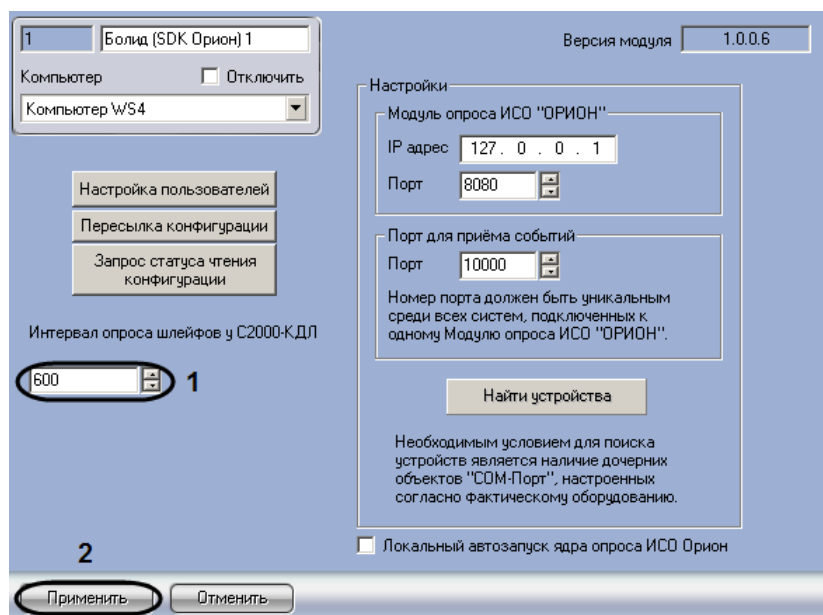

Рис. 3.3—10 Задание интервала опроса для шлейфов контроллера *C2000-КДЛ*
- Перейти на панель настроек объекта **Болид (SDK Орион)** (Рис. 3.3—10).
2. В поле **Интервал опроса шлейфов у С2000-КДЛ** ввести с помощью кнопок **вверх-вниз** интервал опроса шлейфов всех контроллеров *С2000-КДЛ*, зарегистрированных в системе, в миллисекундах (см. Рис. 3.3—10, 1).